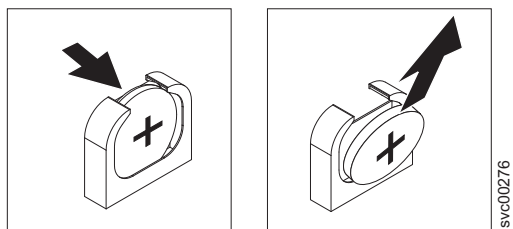

图 130. SAN Volume Controller 2145-DH8 CMOS 电池盒
- b. 使用拇指和食指从插座中取出电池，如图 130 中所示。